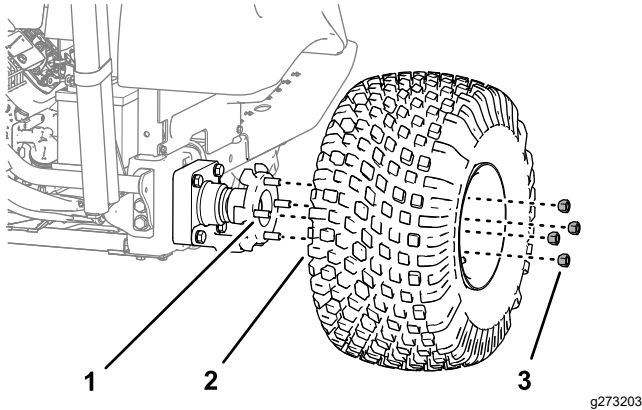

Figura 29
2. Retire las 4 tuercas de rueda que fijan la rueda en el cubo y retire la rueda y el neumático (Figura 29).
7. Monte el neumático y la rueda en los espárragos del cubo de la rueda (Figura 29) con las 4 tuercas de rueda que retiró en el paso 2 y apriete las tuercas a mano.